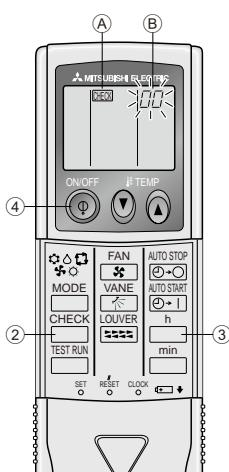

Рис. 7-4
7.3.2. Для беспроводного пульта дистанционного управления (Рис. 7-4)
- ① Включите питание.
- ② Дважды нажмите кнопку **CHECK**.